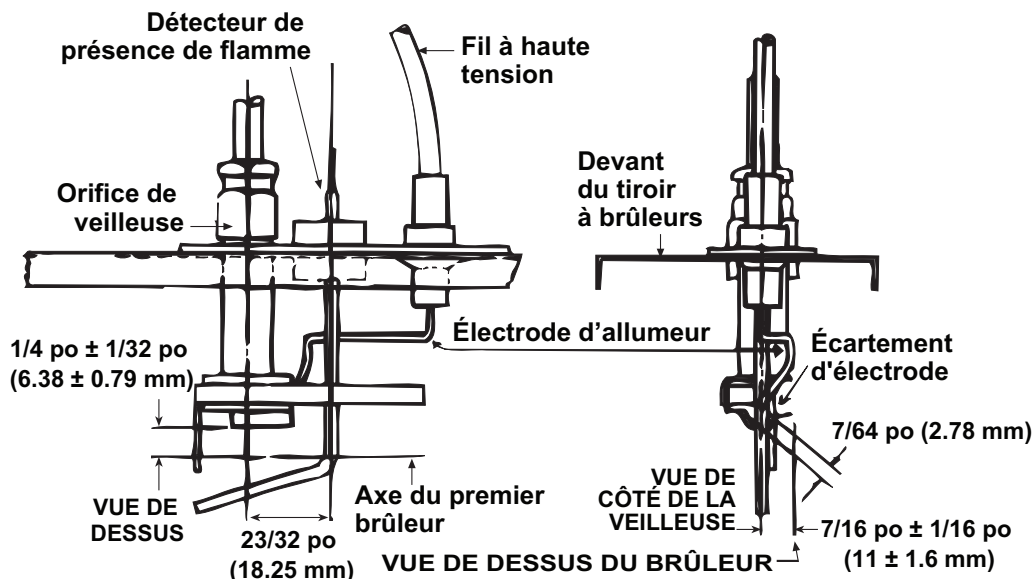

Figure 24. Éclateur à étincelle de veilleuse
- Vérifiez l'éclateur à étincelle (voir Figure 24), qui doit être maintenu à 7/64 pouce (2.78 mm).
- a. Assurez-vous que l'éclateur à étincelle (voir **Figure 24**) est d'environ 7/64 pouce (2.78 mm).